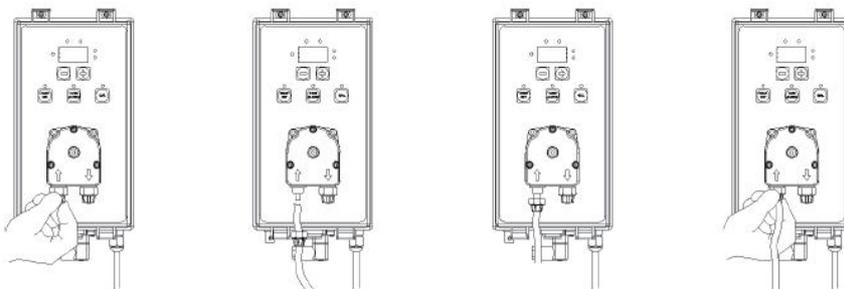

Fig. 4
d.- Inserir até o final as mangueiras nos espigões cônicos dos nipples e fixá-las com as porcas de trava (fig.4).